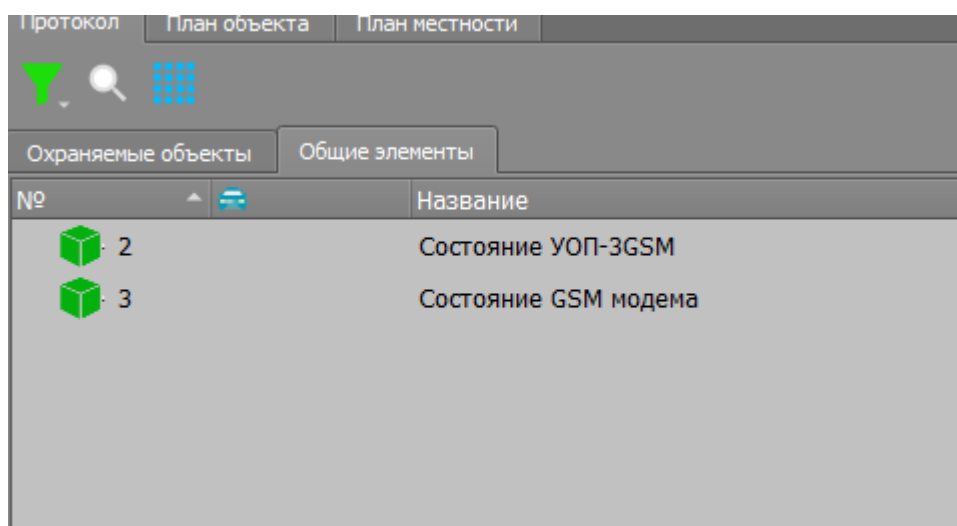

Рисунок 3-39. Пример отображения состояния GSM-модема и «УОП-3 GSM» в состоянии «Норма»
8. проверить наличие питания на элементах внутри корпуса прибора: блоке питания и коммутации МИП-12, приемных модулях – GSM-модеме и «УОП-3 GSM», сетевом коммутаторе «Ethernet-SW8», мини ПК. В таблице объектов перейти во вкладку списка объектов «Общие элементы» и убедиться, что пиктограммы зон состояний «Состояние УОП-3 GSM» и «Состояние GSM модема» имеют сплошную зеленую маркировку (Рисунок 3-39), на зеленых пиктограммах отсутствуют дополнительные символы, а в протоколе событий отсутствуют события потери связи с «УОП-3 GSM» или GSM-модемом.